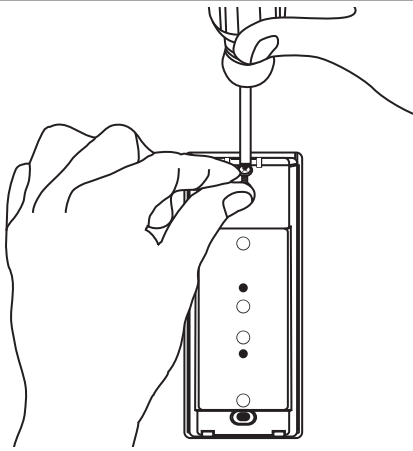

Figura 1
- Inserte el primer tornillo sin apretar y nivele la placa de montaje (vea la FIGURA 1).